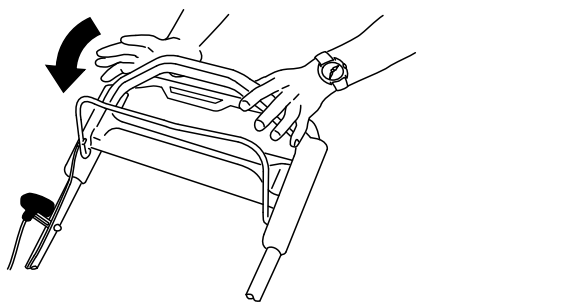

Figura 22
Suelte la barra de control de las cuchillas (**Figura 22**).
- Si el tapón de descarga trasero no está instalado, sujételo por el asa, eleve el deflector trasero e introdúzcalo en el conducto de descarga trasera hasta que el enganche encaje en su sitio; consulte Figura 22.